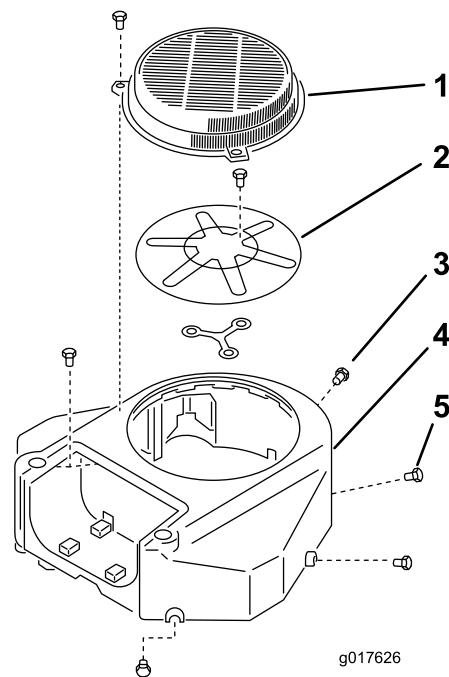

Bild 62
3. Entfernen Sie das das Luftansauggitter und das Lüftergehäuse (Bild 62).
5. Setzen Sie das Luftansauggitter ein und bringen das Lüftergehäuse an (Bild 62).